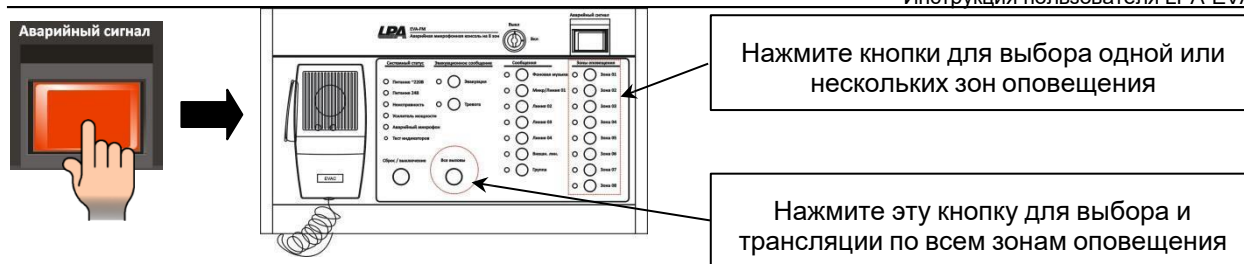

Рис. 4.42. Выбор зон оповещения с микрофонной консоли LPA-EVA-FM для трансляции в аварийном режиме
- Выберите на консоли LPA-EVA-FM зоны / группы оповещения или все имеющиеся зоны / группы, нажав соответствующие кнопки, в которых должно транслироваться аварийное речевое сообщение системы эвакуации, как показано на Рис. 4.42).